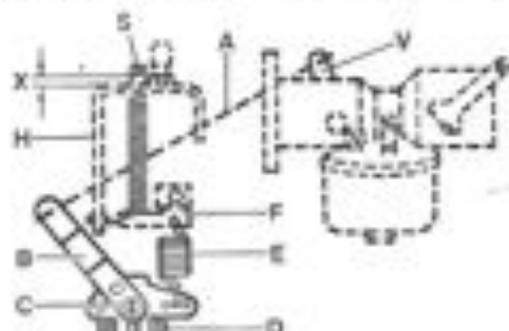

Fig. 6
1. Engager le ressort (E) dans le trou du milieu du levier (B), si ce n'est pas spécifié autrement, et dans le trou du guide de ressort (F).
2. Placer le levier (B) muni de la tringle (A) sur l'axe du régulateur (C) tout en engageant simultanément la tringle (A) dans le levier du papillon (V).
3. Mettre le papillon en position de ralenti et placer le levier (V) dans une position telle, qu'une distance de 2 mm (X, fig. 6) sépare la goupille (D) du support (H). Serrer le levier (V) sur l'axe du papillon.
4. Serrer légèrement le vis (D) du levier (B). Maintenir le levier (B) en butée, en le poussant vers la droite et, à l'aide d'un tournevis, tourner l'axe (C) dans le sens inverse des aiguilles d'une montre, jusqu'en butée. Puis tourner le levier (B) dans le sens inverse des aiguilles d'une montre jusqu'en butée, serrer alors définitivement le vis (D).